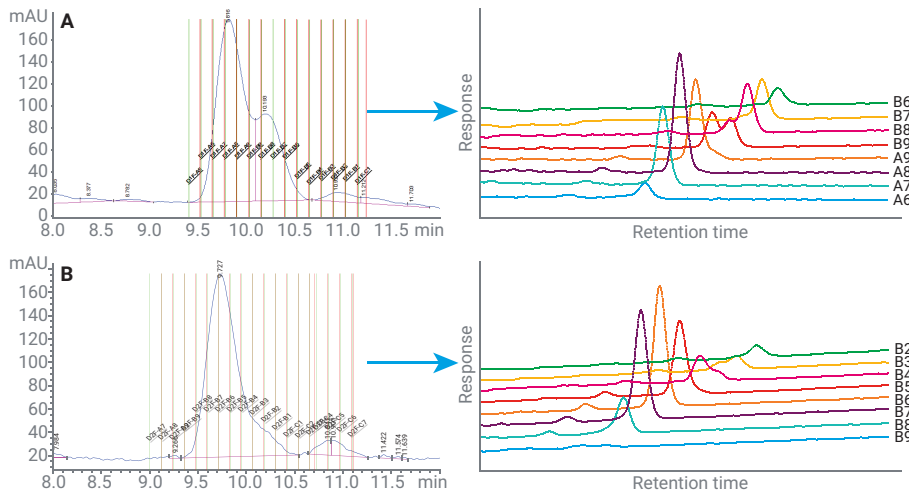

図 5. (A) フラクシオン再分析を示す、Agilent PLRP-S 100 Å カラムでのペプチド 1A (右側)。(B) フラクシオン再分析を示す、Agilent PLRP-S 100 Å カラムでのペプチド 1B (右側)
2.5 mL 固定量のフラクションを使用し、メインピークが溶出する期間にわたって全長生成物 (FLP) を収集するようにフラクションコレクタを設定しました。製品および近接して溶出する不純物は、分析カラムで該当するフラクションを再分析することにより、簡単に同定できます (図 5 および 7)。